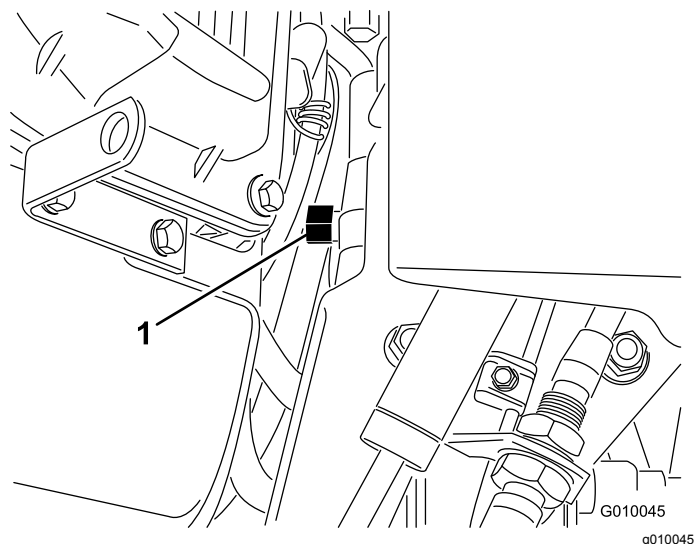

Figura 31
2. Localice la válvula de desvío, situada entre el motor y la bomba hidrostática (Figura 31).
alrededor de la bomba, dejando que las ruedas giren (Figura 31).
5. Para volver a poner en funcionamiento la máquina, gire una vuelta la válvula de desvío en sentido horario (Figura 31).